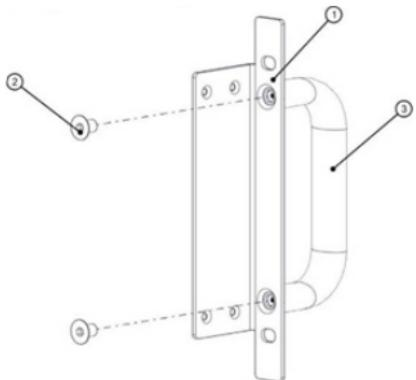

Рисунок 20 – Сборка передних ручек
- используя шестигранный ключ s4, двумя винтами M6×10 с потайной головкой (2) соедините ручку (3) с кронштейном (1). Соберите 2 комплекта (рисунок 20);